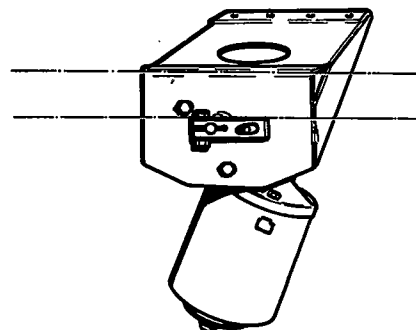

Fig. 5.
3. Zet de afstelmal tegen de steun van de motor en breng de kruk aan. Heeft men géén afstelmal, let er dan op dat de kruk ongeveer evenwijdig aan de bovenzijde van de steun op de as van de motor wordt aangebracht (fig. 5).